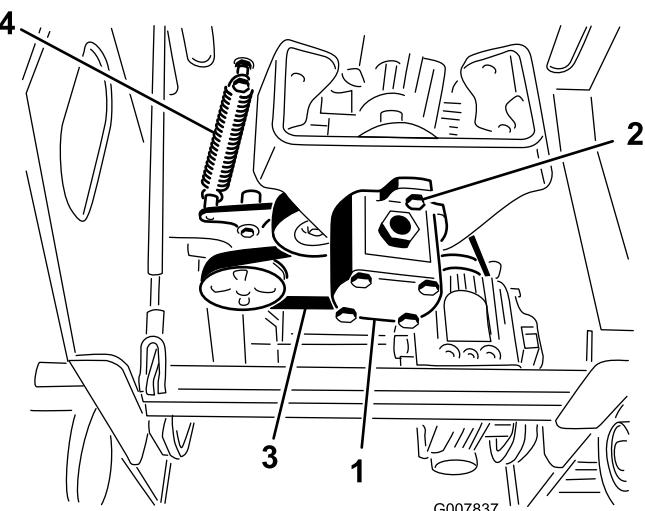

Bild 49
5. Lösen Sie die zwei Pumpenschrauben (Bild 49).
6. Drehen Sie die Pumpe nach links und lassen Sie sie nach unten, von der Riemenscheibe weg, ab (Bild 49). Stellen Sie sicher, dass sich die Spinnenkupplung mit der Pumpe absenkt.
7. Ziehen Sie das Ende der Spannscheibe mit einem Federzieher (vom offiziellen Vertragshändler erhältlich) oder einem starren Metallhaken von der Federschraube, um die Riemenspannung zu lösen (Bild 49).